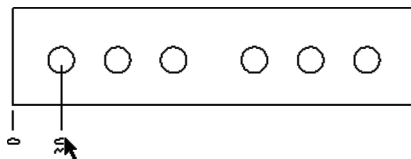

图 11-59 放置纵坐标尺寸
5) 在所需位置单击鼠标中键来放置纵坐标尺寸，如图 11-59 所示。